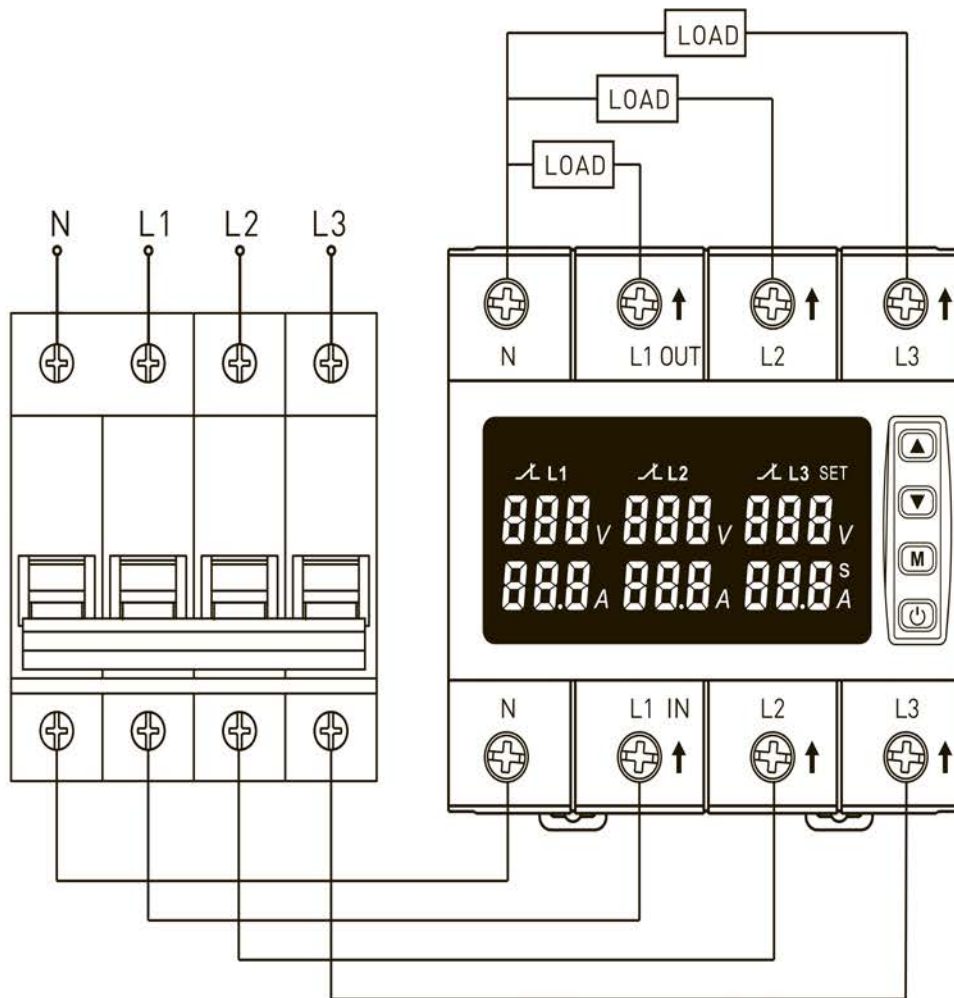

Рисунок 5. Схема подключения реле
2. Подключить провода в соответствии со схемой (рисунок 5): входные клеммы (L/N IN) к сети ~230 В, выходные клеммы (LOAD) к нагрузке.